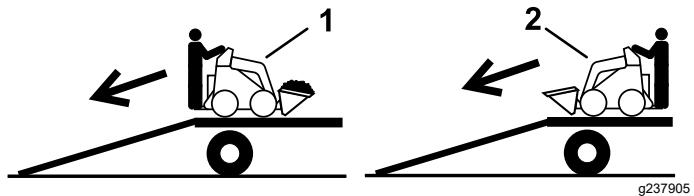

Figura 20
2. Scaricate la macchina dal rimorchio con l'estremità più pesante sulla rampa, trasportando i carichi verso il basso (Figura 20).